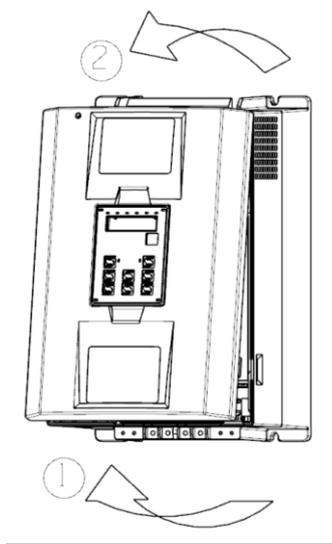

图 3.8
双手握住盖板,①抬起盖板下部,②向上轻推后,抬起盖板上部,如图 3.8。